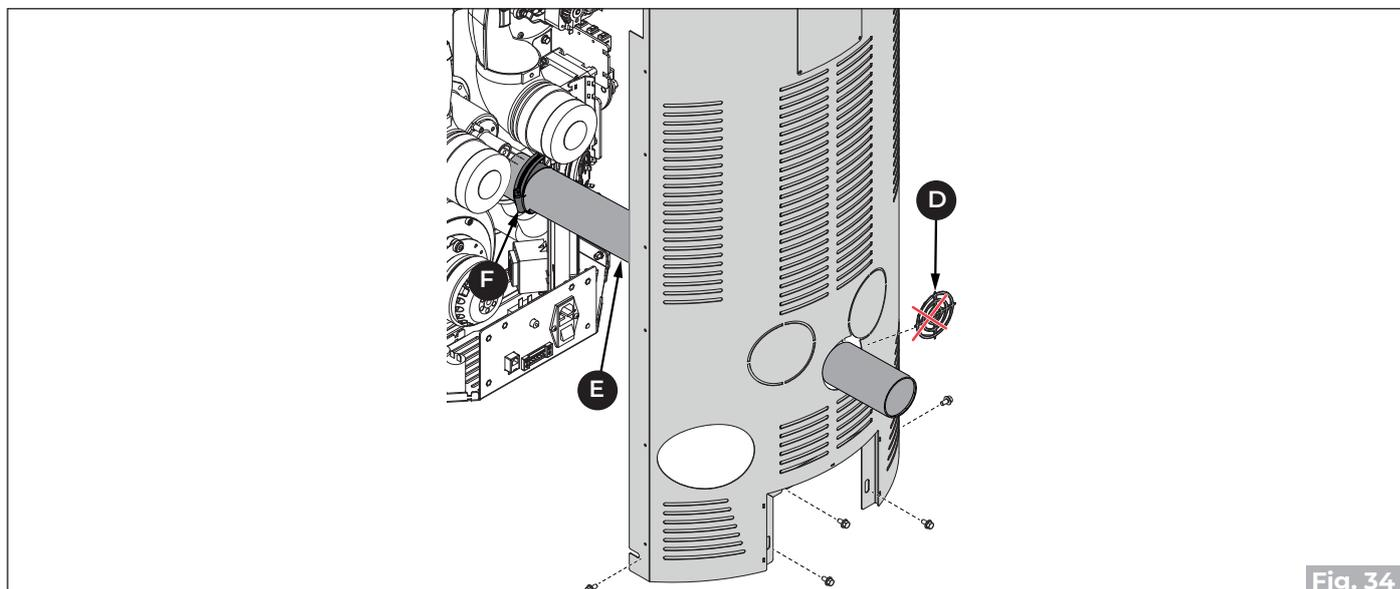

Fig. 34
- Entfernen Sie den Vorschnitt **(D)** an der Rückwand **(C)** und führen Sie den Schlauch **(E)** durch, um ihn an einen externen Lufteinlass ("Abb. 34") anzuschließen.